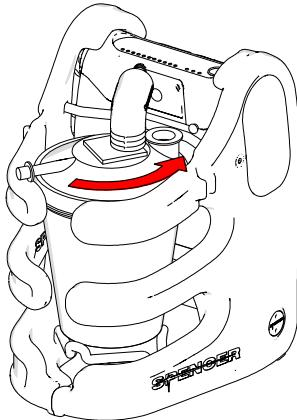

Abb. 7
2. Verbinden Sie die Filtergruppe/Absauggerätsbehälter, indem der Behälter und die Filtergruppe gedreht werden sollen, um die Einfügung zu vereinfachen (Abb.7 und 8).